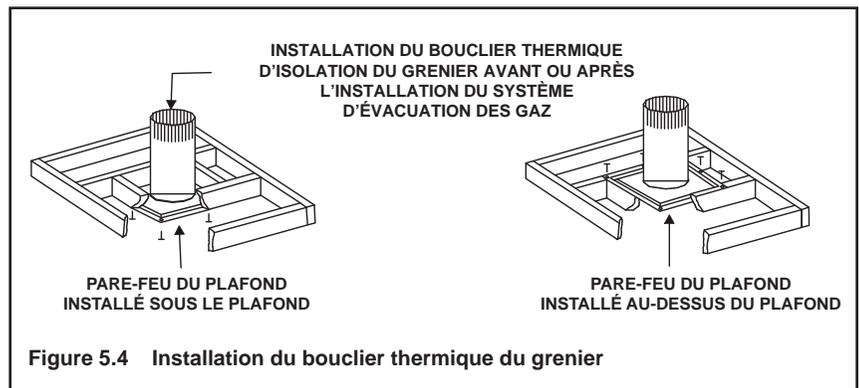

Figure 5.4 Installation du bouclier thermique du grenier
- Le pare-feu du plafond peut être installé sur ou sous les poutres de soutien du plafond, lorsqu'il est installé avec un bouclier thermique d'isolation du grenier. Il doit être sous les poutres de soutien des planchers non isolés. Consultez la figure 5.4.